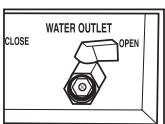

Fig. 7
2. Abra (posición "OPEN") la válvula de desagüe ("WATER OUTLET") para vaciar la cuba (Fig. 7).